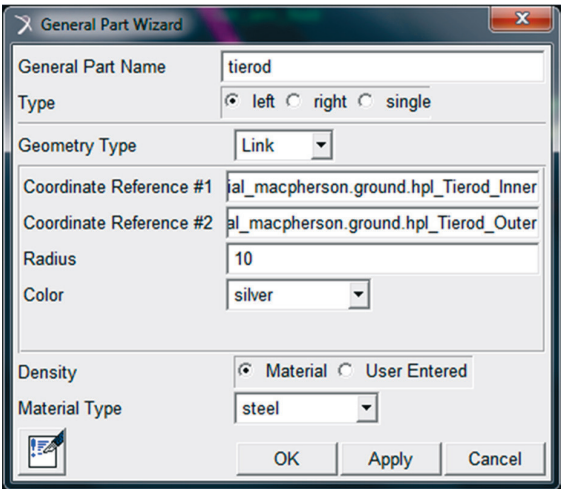

Figura 4.55 – Construção do *General Part* “tierod
- Preencha os campos da janela *General Part Wizard*, conforme ilustrado na Figura 4.55. Note que a geometria associada a esse *General Part* é do tipo *Link* sendo este último definido pelos Hardpoints *hpl\_Tierod\_Inner* e *hpl\_Tierod\_Outer*.